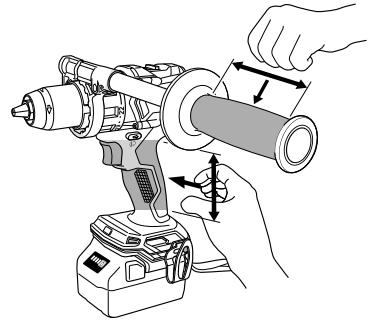

图 1
2. 操作期间，确保双手紧紧握住工具把手和侧把手。否则将会造成伤害。（图 1）